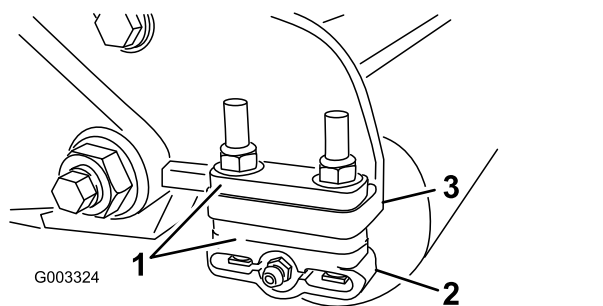

Figure 11
1. Réglez les supports du rouleau arrière (Figure 11) à la plage de hauteur de coupe voulue en positionnant le nombre correct d'entretoises sous le rebord de la plaque latérale (Figure 11) en vous reportant au tableau des hauteurs de coupe ; voir Tableau des hauteurs de coupe (page 13).